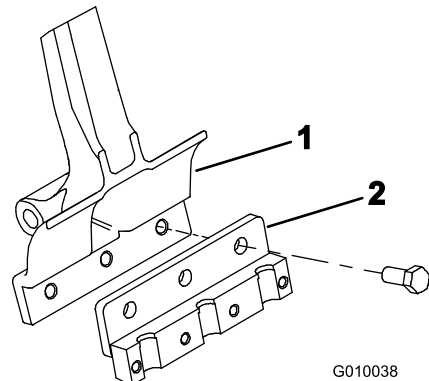

图 22
3. 用 3 个螺栓（ $\frac{1}{2}$ x $1\frac{1}{4}$ 英寸）将打孔针夹头固定到各个打孔针臂（图 22）。上紧螺栓扭矩至 $101.6\text{N}\cdot\text{m}$ 。